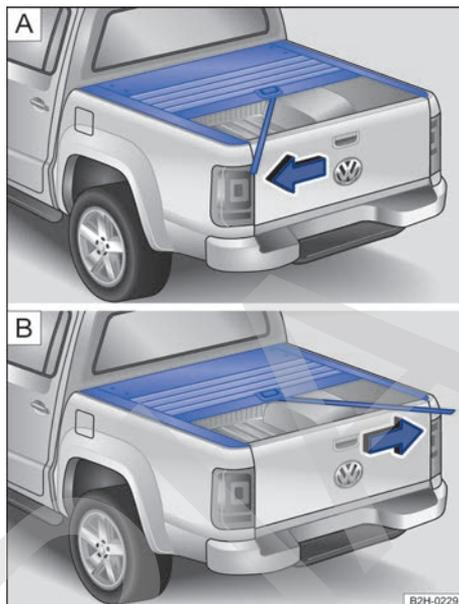

Fig. 28 Cubierta enrollable: **C**: activar el mecanismo de bloqueo; **D**: desactivarlo.
- **Abrir completamente:** tire de la manija ② **A** hacia arriba hasta el tope. La cubierta se abre automáticamente. La cinta ⑤ **B** permanece en el centro.
- **Posición intermedia:** tire de la manija ② **A** hacia arriba, hasta el tope, y durante la apertura, tire de la cinta ⑤ **B** hacia la izquierda, en el sentido de la flecha → **fig. 28 C**. La cubierta encastra en la posición intermedia. **O BIEN:** tire levemente de la manija ② **A** hacia arriba. La cubierta encastra en la posición intermedia.
- **Abrir completamente desde la posición intermedia:** tire de la cinta hacia la derecha, en el sentido de la flecha → **fig. 28 D**. La cubierta se abre automáticamente.